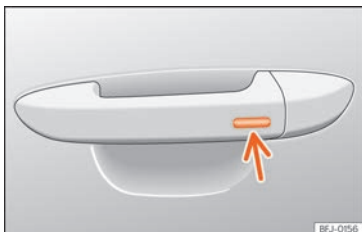

Fig. 95 Manipulo da porta: superfície sensora.
- Mantenha um dedo durante alguns segundos sobre a superfície sensora de bloqueio » » Fig. 95 (seta) do manipulo da porta para fechar o teto. Se deixar de tocar na superfície sensora, interrompe a função de fecho.